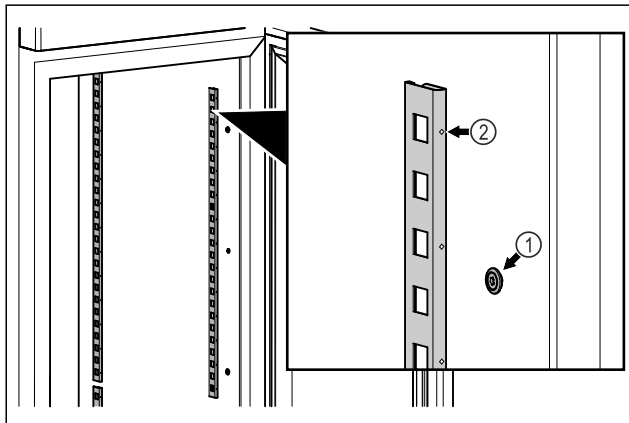

Fig. 48 Ilustrační zobrazení
- ▶ Zahákněte zářezkové lišty do zavěšení Fig. 48 (1). Označení Fig. 48 (2) musí směřovat dopředu.